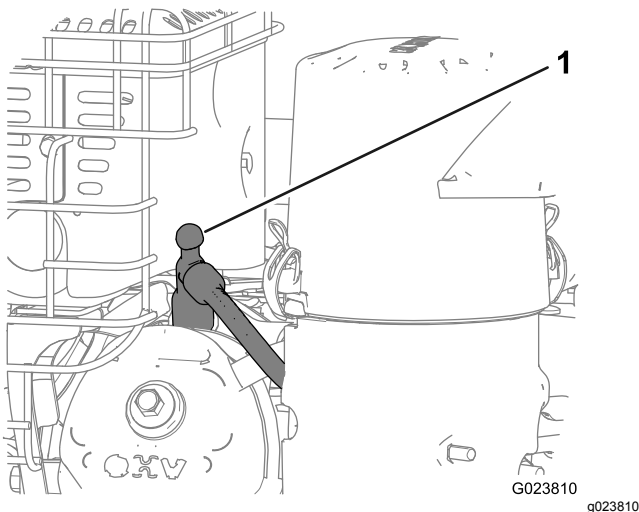

Bild 30
4. Ziehen Sie das Zündkerzenkabel von der Zündkerze ab und halten Sie das Kabel von der Zündkerze fern, um ein versehentliches Starten zu verhindern (Bild 30).